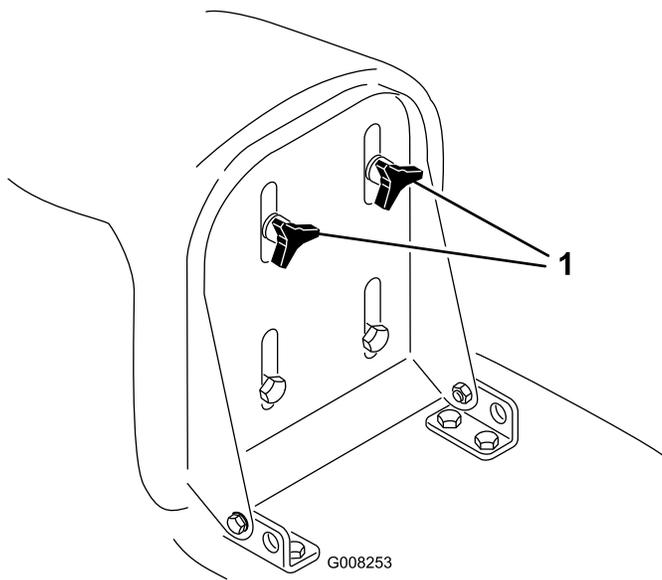

Figura 8
1. Sollevare il sedile ed allentate le manopole di regolazione (Figura 8).